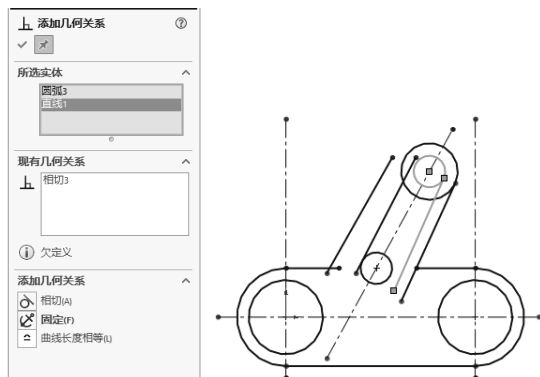

图 2-32 添加相切约束 1
③ 选择小圆和直线，在属性管理器中选择“相切”按钮，使小圆和直线相切，如图 2-32 所示。